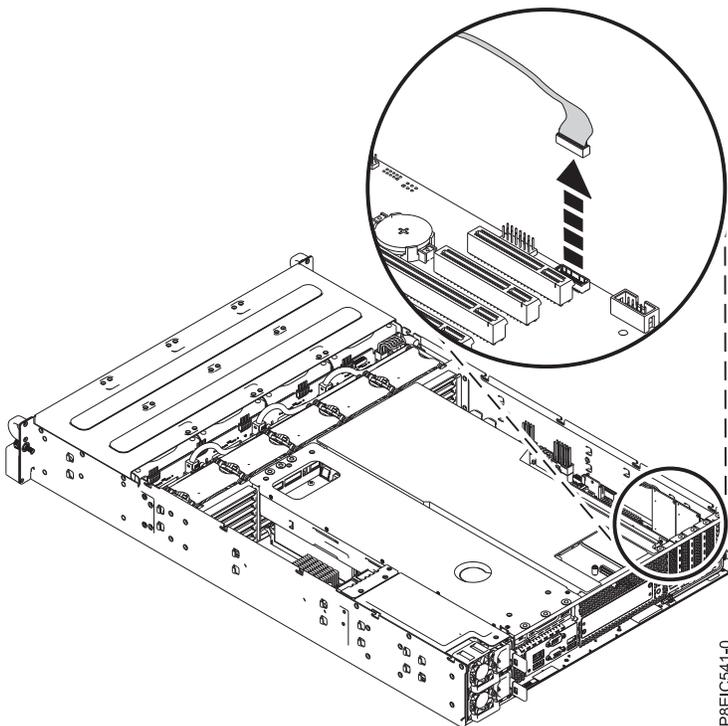

Figure 25. Retrait du cordon d'interface de ventilateur avant
5. Retirez le cordon d'interface de ventilateur avant du fond de panier système, comme illustré dans la figure 25.